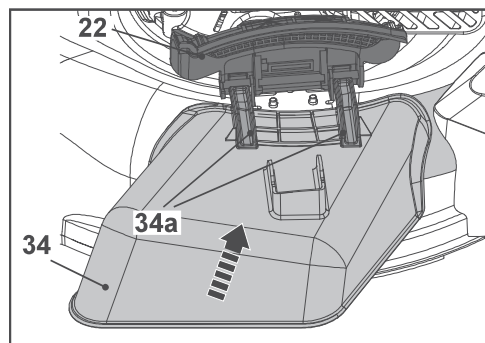

Fig. 20
4. Alinee y cuelgue los ganchos (34a) del accesorio de descarga lateral (34) sobre las varillas (Fig. 20). El accesorio de descarga lateral está listo para su uso.